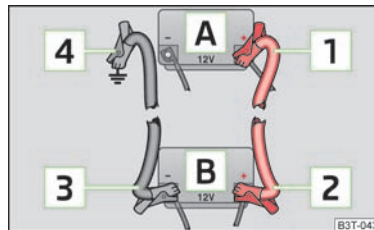

Abb. 135
- Ein Ende **1** » Abb. 135 am Pluspol der entladenen Batterie **A** befestigen.
- Ein Ende **3** » Abb. 135 am Minuspol der stromgebenden Batterie **B** befestigen.